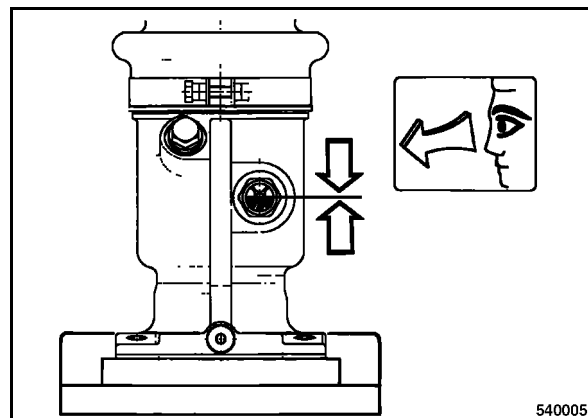

рис. 53
- Очистить смотровое стекло (рис. 53) и проверить уровень масла.